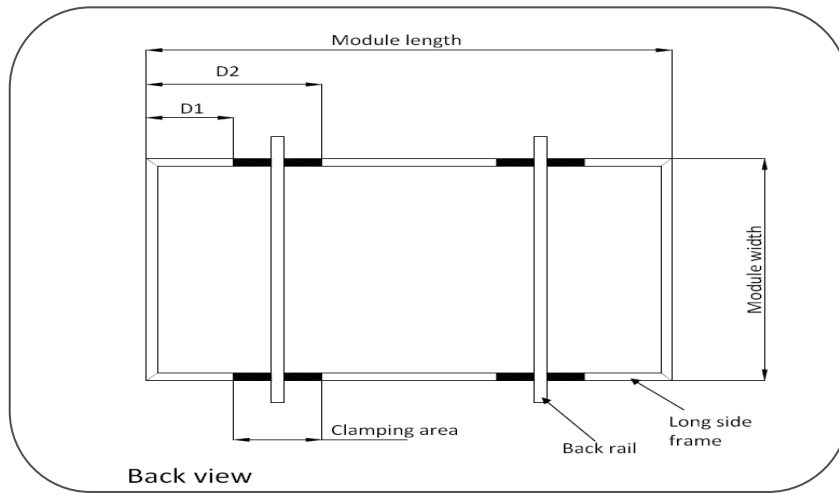
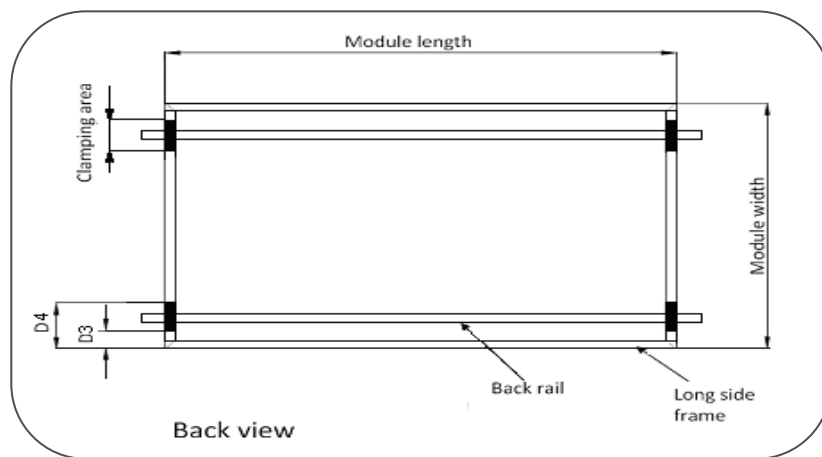

Figure 2 Zone de la pince de montage du rail long (D1 et D2)
Figure 3 Zone de la pince de montage du rail court (D3 et D4)
- b. Les détails des zones de montage sont illustrés Figure 2 et Figure 3.
- c. La clampette et le cadre doivent s'assembler sans interstice, tel qu'illustré figure ③ ci-dessous.
- d. Veuillez fixer les clampettes sur les rails tel qu'illustré figure ④ ci-dessous.
- e. Veuillez à serrez les vis à un couple de 20 N. m, puis terminez l'installation tel qu'illustré figure ⑤ ci-dessous.
- Pince sur le côté long du cadre (voir Figure 2, mesures ci-dessous)
- Pince sur le côté court du cadre (voir Figure 3, mesures ci-dessous)